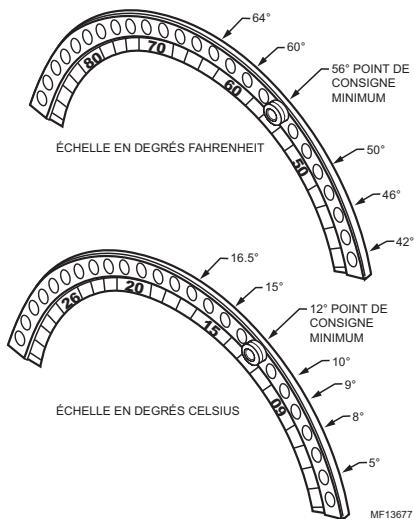

Fig. 4. Réglages de la butée de température minimale.
4. En utilisant comme guide les repères de température sur la butée, insérer les vis fournies dans les trous des butées de température minimale et maximale. Serrer les vis. Consulter les Tables 1 et 2 pour le réglage des butées. Voir les Fig. 4 et 5.